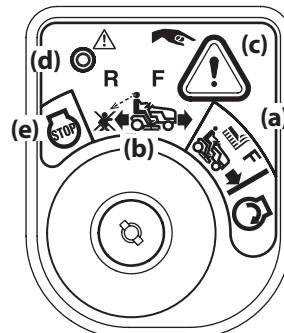

Figura 19
2. Gire la llave de encendido de la posición CORTE NORMAL (a) a la posición MODO PRECAUCIÓN MARCHA ATRÁS (b) del interruptor de encendido. Consulte la Figura 19.
3. Presione y sostenga el BOTÓN MODO PRECAUCIÓN MARCHA ATRÁS (c) que está en la esquina superior derecha del módulo de encendido durante 3 segundos. La luz indicadora roja (d) que está en la esquina superior izquierda del módulo de encendido se mantendrá ENCENDIDA mientras esté el modo estático activado. Consulte la Figura 19.
4. Una vez activado (luz indicadora ENCENDIDA), se puede operar el tractor en marcha atrás con la PTO (Acople de cuchillas) en la posición acoplada (ON).